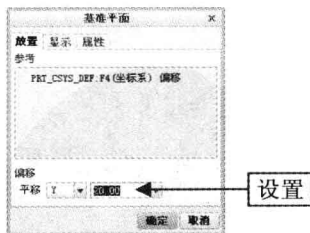

图 4-67 设置参数
Step 03 在“基准平面”对话框的“参考”选项区中,即可创建过坐标系的参考,在“平移”右侧的列表框中选中“Y”选项,设置平移距离为 20,如图 4-67 所示。